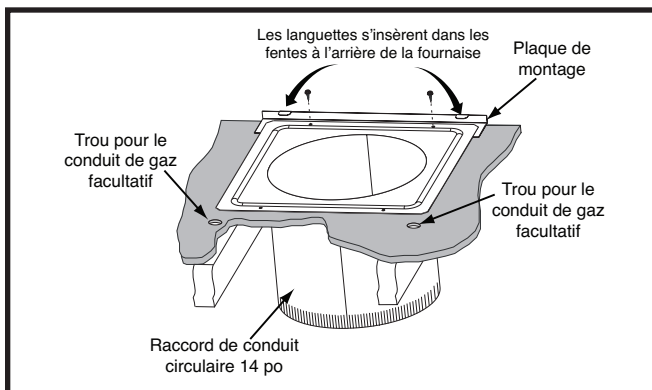

Figure 16. Raccord de conduit circulaire
2. Installez la plaque de montage (Figure 16 \(page 18\)) sous l'arrière du connecteur de conduit. **REMARQUE :** Assurez-vous que les trous de vis sont alignés dans les deux composants.